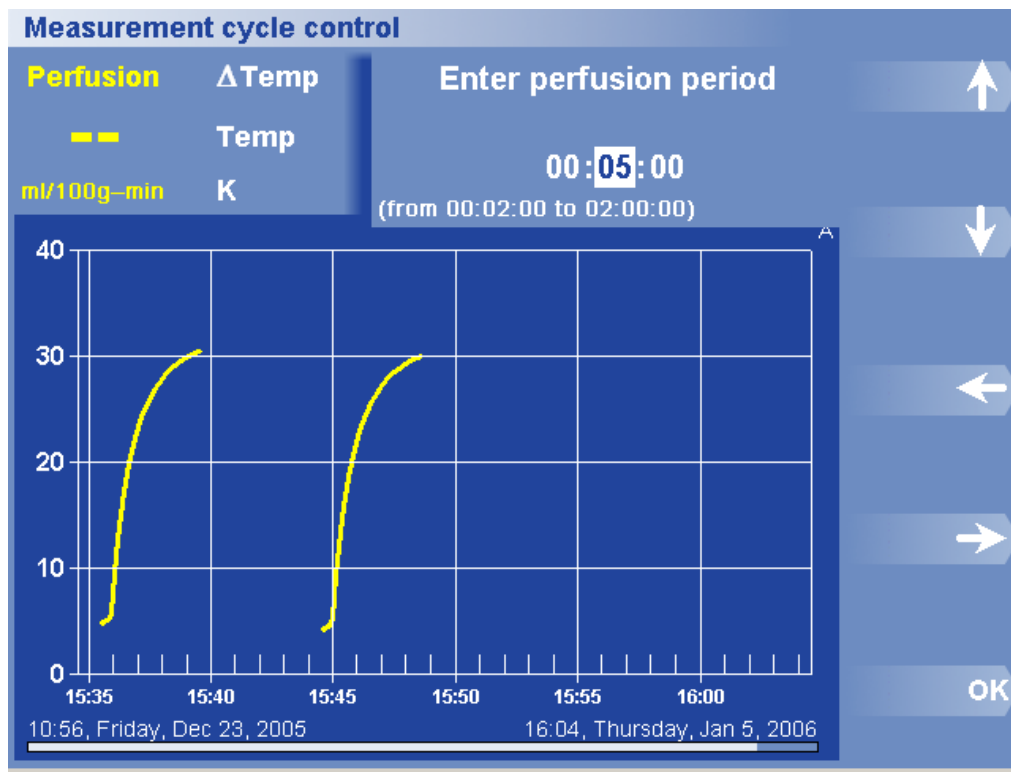

図 41 灌流期間ダイアログ ボックスおよびメニュー
2. Perfusion Period (灌流期間) を押します。灌流期間ダイアログボックスが表示されます (図 41)。